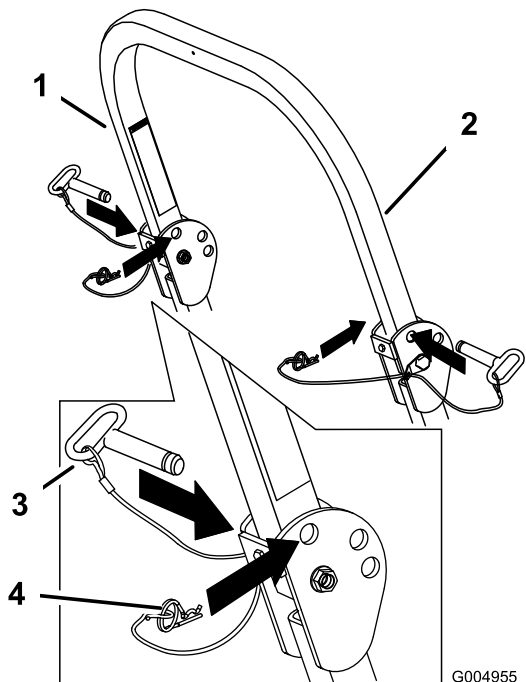

Figura 10
1. Retire las chavetas y retire los dos pasadores (Figura 10).
3. Instale los dos pasadores y sujételos con las chavetas (Figura 10).
4. Para elevar la barra anti-vuelco, retire las chavetas y los dos pasadores (Figura 10).
5. Eleve la barra anti-vuelco a la posición vertical, instale los dos pasadores y sujételos con las chavetas (Figura 10).